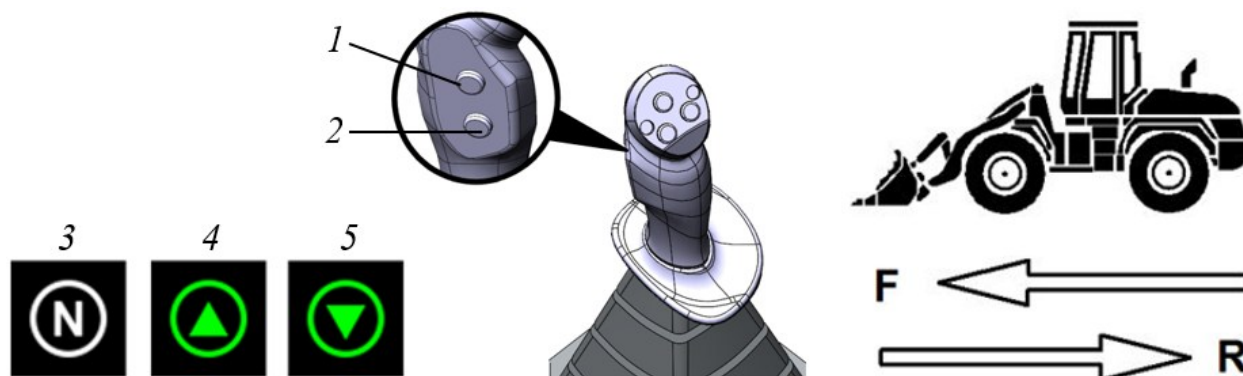

Рисунок 3.51 Кнопки выбора направления движения
- ▶ Включить нейтральную передачу одновременно нажав две кнопки (поз. 1 и 2, рис. 3.51) на тыльной стороне рукоятки джойстика;
- ▷ Индикатор выбранного направления движения отображается на дисплее, см. поз 3, 4, 5 рис. 3.51.
Изменение направления движения (рис. 3.51)